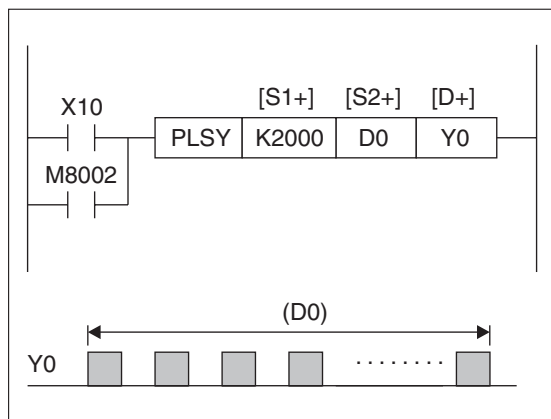

Рис. 6-97.
- | Применение DHSZ-инструкции смотри в разделе Рис. 6-97.